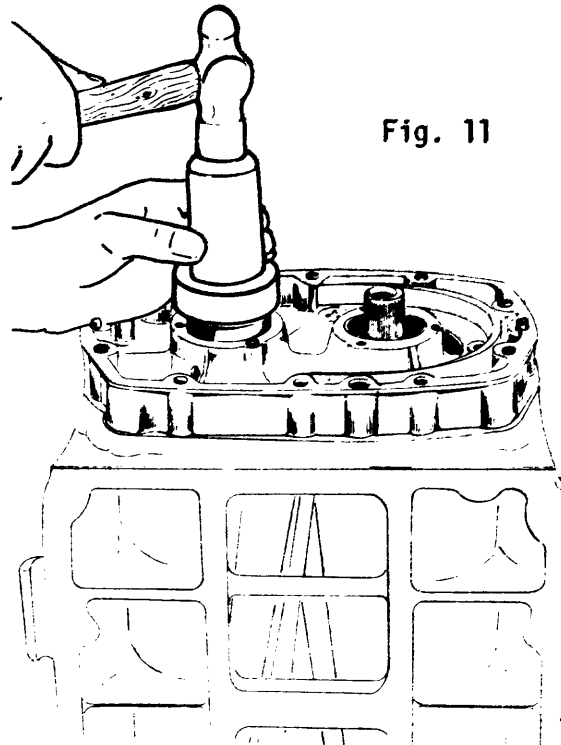

Fig. 11
- b Coloque los rodamientos en sus respectivos alojamientos (fig. 11).